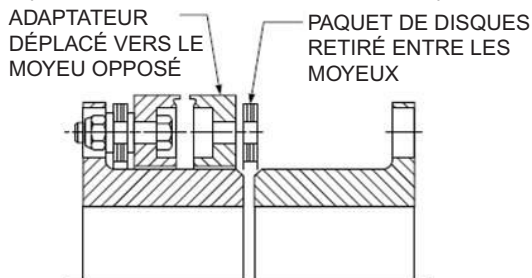

Figure 15 - Déplacement de l'adaptateur
- 10.4. Faites glisser l'adaptateur axialement pour qu'il se pose sur l'autre moyeu d'extrémité. Voir la figure 15.
- 10.5. Le paquet de disques est maintenant libre pour être démonté par l'espace axial entre les deux moyeux (Dimension C), voir la figure 15. S'il n'y a pas assez de place entre les moyeux pour le paquet de disques total, le paquet de disques peut être retiré et remplacé en mettant une lamelle à la fois tant que l'orientation est maintenue sur l'assemblage.